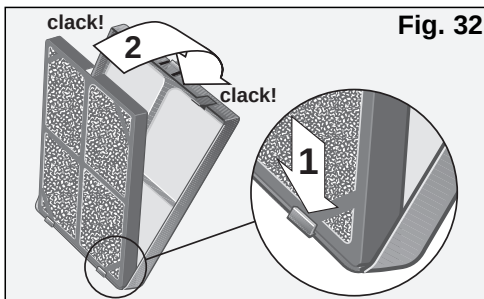

Fig. 32
- Introduzir o filtro purificador + posicionador no filtro base, tal como se mostra na **Fig. 32**, tendo em consideração que em primeiro lugar deverá encaixá-lo nas patilhas inferiores.